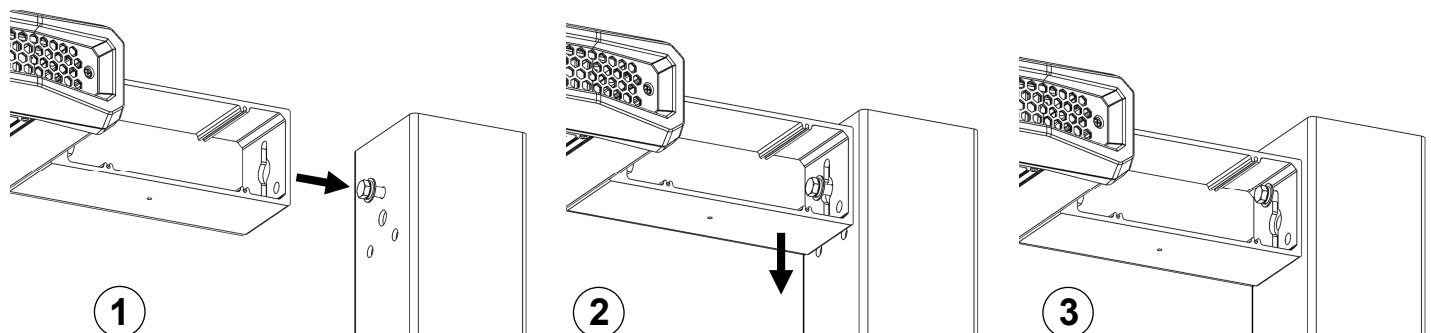

Figura 4
4. Coloque el luminario en el poste tal que la cabeza del tornillo y las arandelas entren en el orificio central de la montura y enganche el luminario en el tornillo con arandelas como se muestra en la **figura 4**. Apriete el tornillo.